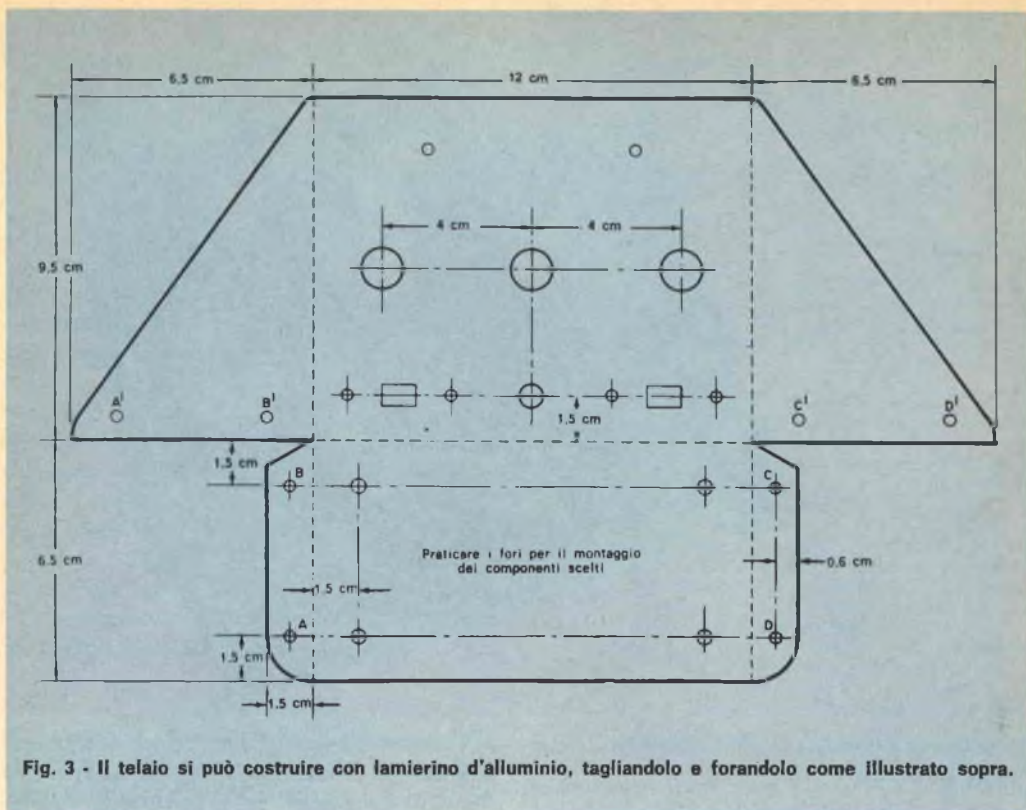

Fig. 3 - Il telaio si può costruire con lamierino d'alluminio, tagliandolo e forandolo come illustrato sopra.
Fig. 3 - I nuclei miniaturizzati realizzati dalla IBM per il calcolatore di guida del Saturno sono così piccoli che sulla moneta possono trovare posto circa 545 unità.
Le dimensioni di questi nuclei sono estremamente ridotte, come si vede nella *fig. 3*, tanto che su una monetina potrebbero trovare posto circa cinquecentoquarantacinque unità.
**Costruzione** - Per la costruzione del generatore d'onde quadre si può usare qualsiasi tipo di telaio. Nelle fotografie sono illustrati una scatola di alluminio ed un telaio d'alluminio autocostruito; il telaio è realizzato con un pezzo di lamiera d'alluminio spessa 1,5 mm da 25 x 16 cm tagliato, piegato e forato come si vede nella fig. 3. La disposizione delle parti non è critica e per fissare il telaio al pannello frontale si possono usare sia rivetti sia viti con dadi.